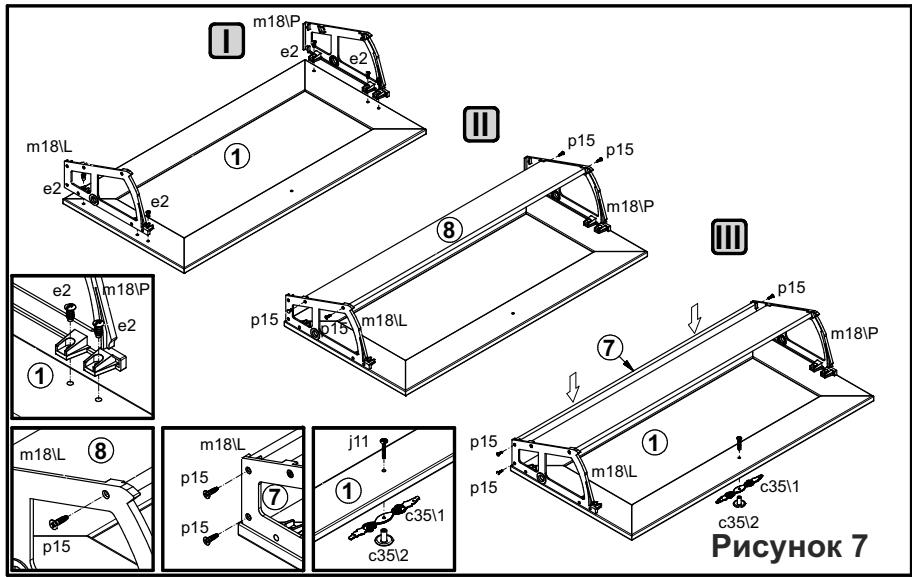

Рисунок 7
15. Положить двери 1 фасадной поверхностью вниз на ровную поверхность и закрепить на них петли откидные **m18\l** и **m18\r** еврошурупами **p15** (см.рис. 7).
16. Закрепить щиты 7, 8 к петлям откидным **m18\l** и **m18\r** шурупами **p15** (см.рис. 7).
17. На внутренней поверхности дверей 1 в отверстие **Ø5 мм** вставить винт **j11**, снаружи совместить отверстия элементов ручки **c3511**, **c3512** с резьбой винта и завернуть винт, удерживая ручку. (см. рис. 7).